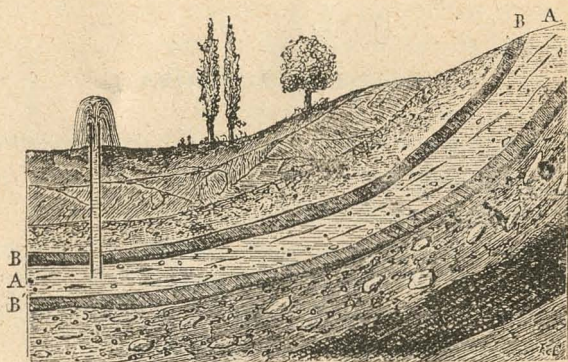

Fig. 25.—Pozos artesianos.
4. **Pozos artesianos.**—Los pozos artesianos (fig. 25) son unas aberturas muy estrechas perforadas con la sonda y